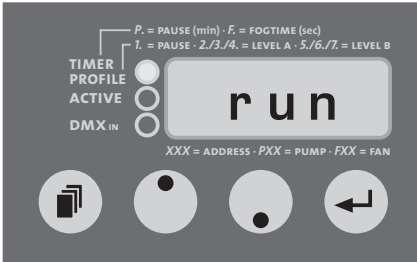

Fig. 8: Exécution du profil
- Pressez la touche Mode [14], jusqu'à ce que „run” s'inscrive sur l'afficheur (fig. 8). Appuyez ensuite sur la touche Entrée [16] pour démarrer le profil que vous venez